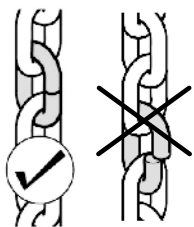
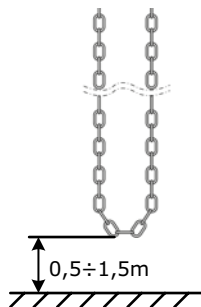

Рисунок 6
Рисунок 7
- цепь собирается и разбирается с помощью специальных звеньев (рис. 6). Край цепи аварийного ручного управления в собранном состоянии должен находиться на высоте $0,5 \div 1,5$ метра (рис. 7). При необходимости укоротите цепь. Максимальная длина цепи в комплекте поставки привода 10 м. Если длины цепи недостаточно, то требуется приобретать отдельно цепь требуемой длины.